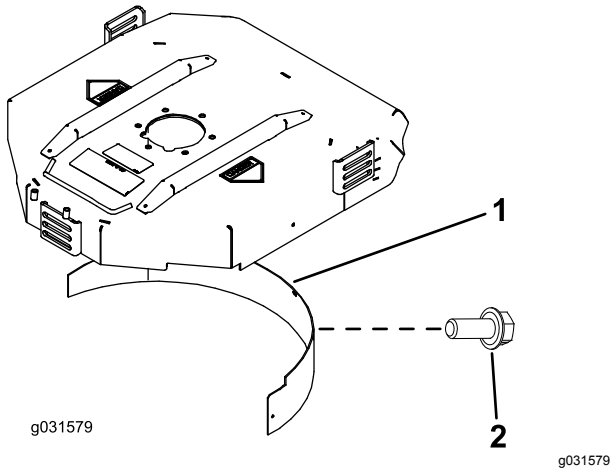

Bild 19
2. Montieren Sie das Mulchablenkblech in der hinteren Öffnung und befestigen Sie es mit fünf Bundschrauben (Bild 19).